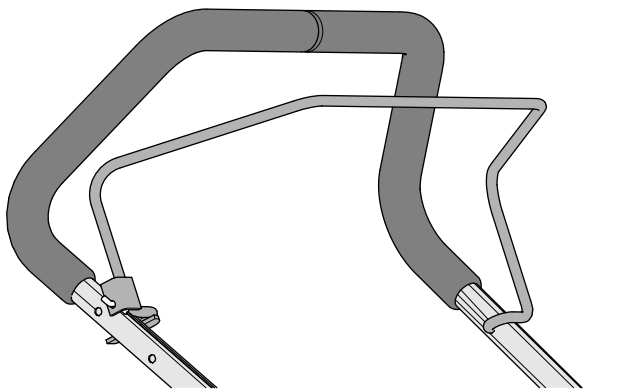

Bild 12
4. Stecken Sie das Ende des Schaltbügels in den Holm, drücken Sie den Schaltbügel leicht zusammen und stecken Sie das Ende des Schaltbügels in den Holm (**Bild 12**).